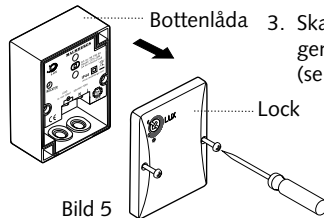

Bild 5
1. Lossa skruvarna till locket (se bild 5).